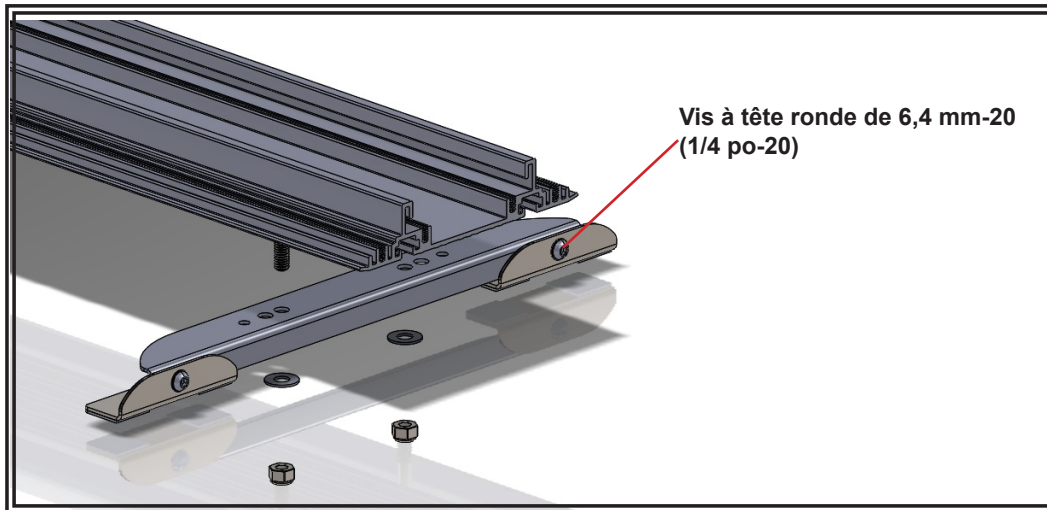

Figure 1
2. Fixez le support à la barre lumineuse à l'aide de la quincaillerie fournie avec la barre, en vous assurant que les boulons utilisés ne dépassent pas de plus de 19,1 mm (3/4 po). Ne serrez pas la quincaillerie; laissez le support glisser le long des canaux de l'extrusion de la barre lumineuse. Placez l'ensemble complet sur le toit du véhicule et déterminez le positionnement optimal (voir l'étape 1). Serrez la quincaillerie qui fixe le support à la barre lumineuse; Voir la Figure 1.